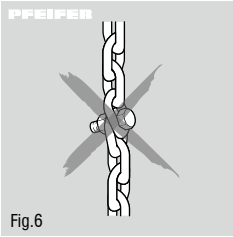
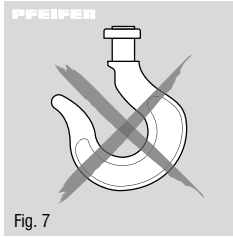

Fig. 6
Fig. 7
- Lastkæden må ikke knobes eller forbindes med bolte, skruer, skruetrækkere eller lignende. Lastkæder, der er fast monterede i hejseværk, må ikke istandsættes (fig.6). Det er ikke tilladt at fjerne sikkerhedsbøjler fra bærelastekroge (fig. 7).